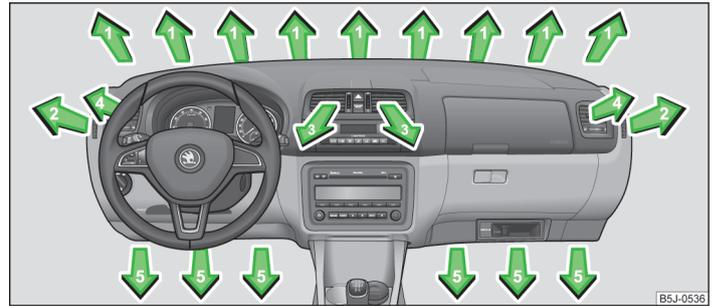

Abb. 77 Luftaustrittsdüsen
Bei den Luftaustrittsdüsen 3 und 4 » Abb. 77 kann die Luftstromrichtung geändert und die Düsen können auch einzeln geschlossen und geöffnet werden.
- Das senkrechte Rad (Luftaustrittsdüsen 3) » Abb. 77 bzw. das waagerechte Rad (Luftaustrittsdüsen 4) in die Stellung drehen.
› Das senkrechte Rad (Luftaustrittsdüsen 3) » Abb. 77 bzw. das waagerechte Rad (Luftaustrittsdüsen 4) in die Stellung 0 drehen.
- › Die waagerechten Lamellen mithilfe des verschiebbaren Verstellers schwenken, um die Höhe der Luftströmung zu ändern » Abb. 77.
Wir empfehlen Ihnen, die Luftaustrittsdüsen 3 » Abb. 77 auf Seite 80 in allen Betriebsarten geöffnet zu belassen.